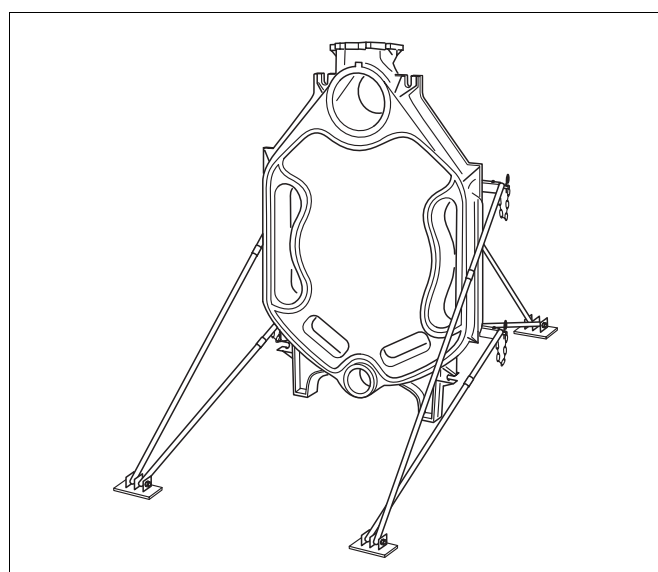
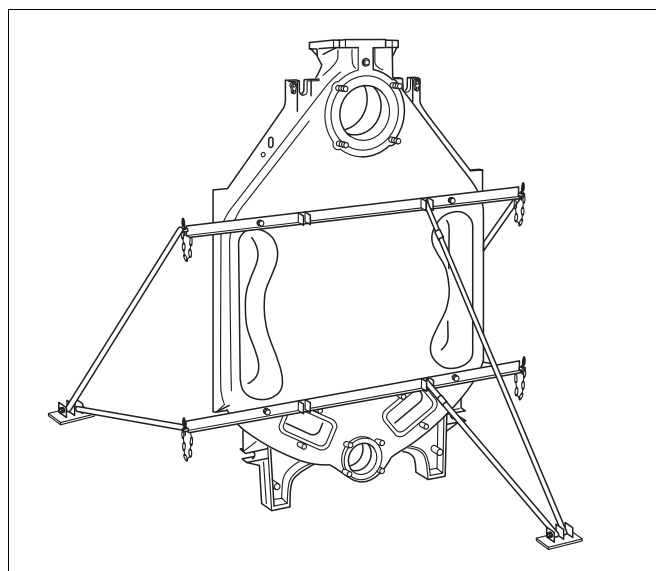

Fig. 6 Bagelement med monteret monterings sæt
Fig. 8 Fastgørelse af monteringssettet
På forespørgsel stiller **Buderus** et monterings sæt (ekstraudstyr) til rådighed, som sikrer en stabil opstilling af kedelelementerne. Monterings sættet skrues fast på det bageste element og sikrer, at de monterede kedelelementer ikke vælter (Fig. 6).
- Opstil bagelementet, og sørg for at sikre det mod at vælte ved hjælp af monteringssettet (se Fig. 8 og Fig. 6 samt den separate monteringsvejledning for monteringssettet).